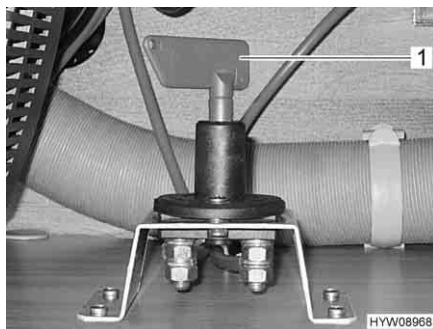

Fig. 8 Interruttore principale per il sistema di manovra
- Ruotare l'interruttore principale per il sistema di manovra (Fig. 8,1) di 90°. Il sistema di manovra è acceso.
- Ruotare l'interruttore principale per il sistema di manovra (Fig. 8,1) di 90°. Il sistema di manovra è spento.